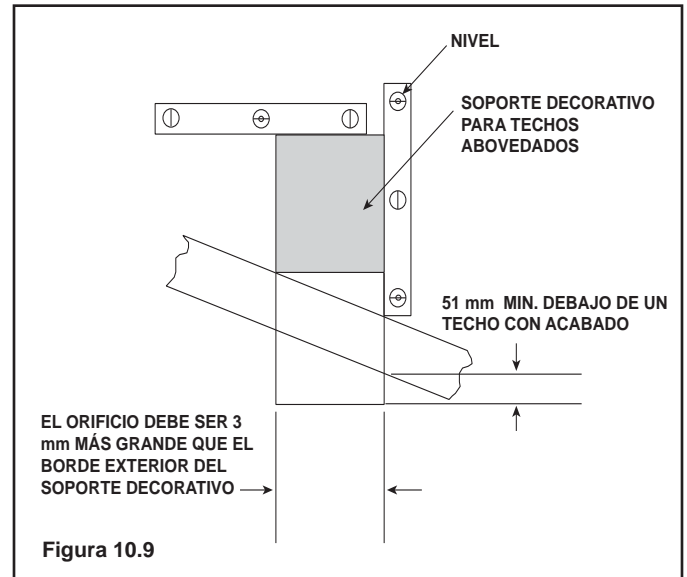

Figura 10.9
- Introduzca el soporte decorativo a través del orificio en el tejado hasta que la parte inferior sobresalga al menos 5,1 cm por debajo del techo. Consulte la Figura 10.9.